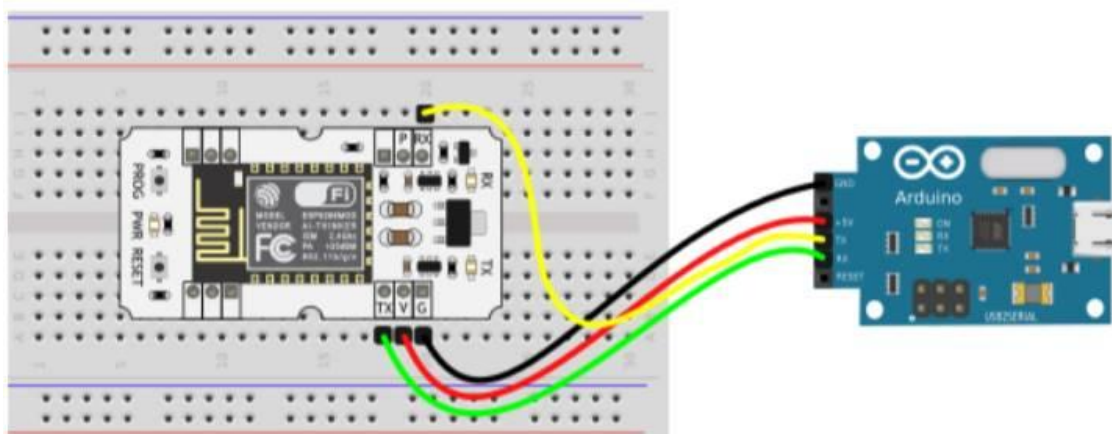

Рисунок 11. Схема подключенная Тройка WiFi через USB-Serial адаптер
- через USB-Serial адаптер (рисунок 11)